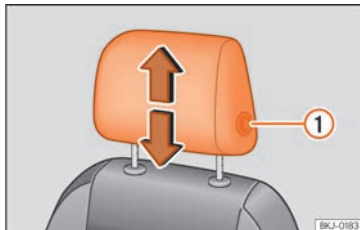
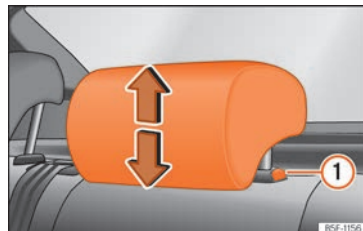

Fig. 120 Banco dianteiro: ajuste do encosto de cabeça.
Fig. 121 Encosto de cabeça traseiro: ajuste do encosto de cabeça.
- Mova o encosto de cabeça para cima ou para baixo no sentido da seta correspondente. No caso dos encostos de cabeça dianteiros quer para aumentar como para baixar deve pressionar o botão » Fig. 120 ①; no caso dos traseiros é apenas necessário pressionar o botão » Fig. 121 ① para baixá-los » ⚠ em Introdução ao tema na página 134.
- Pressione o botão lateral »» Fig. 120 ① e retire o encosto de cabeça.